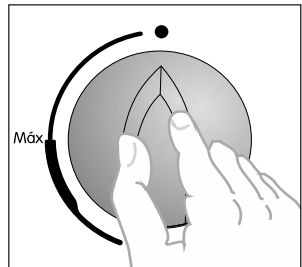

Figura 8.
- Las perillas se deben encontrar siempre en la posición de APAGADO (Ver figura 8).